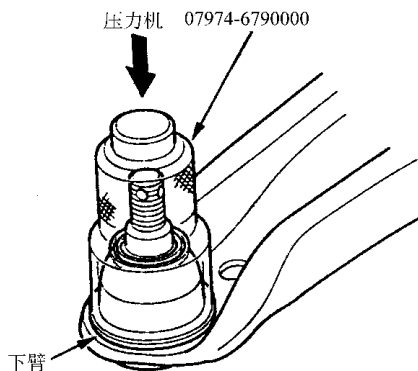

图 6-28 安装护罩
5) 如图 6-28 所示, 借助专用工具, 下压护罩, 直到底部均匀地安装在下臂周围。